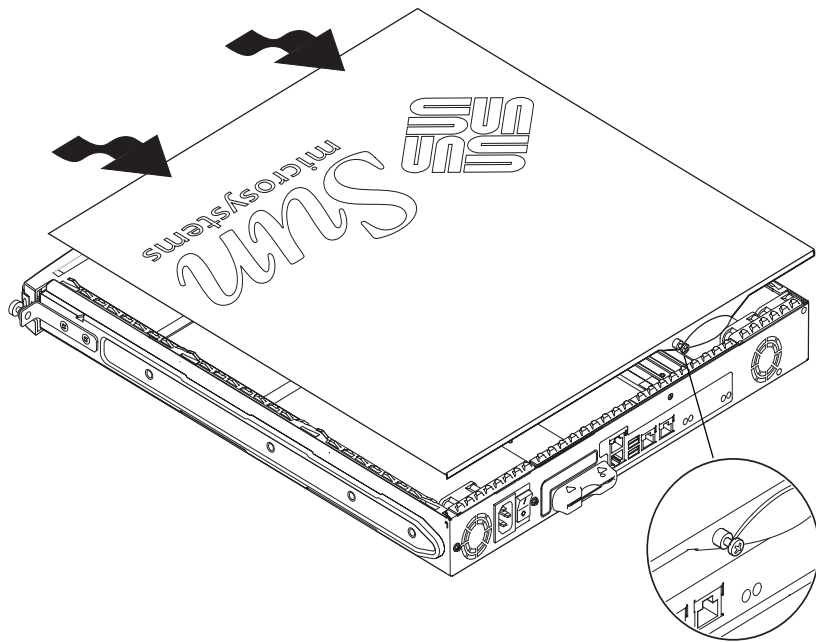

FIGURA 8-3 Rimozione del coperchio superiore
2. Svitare la vite prigioniera sul retro dell'unità (vedere FIGURA 8-3).